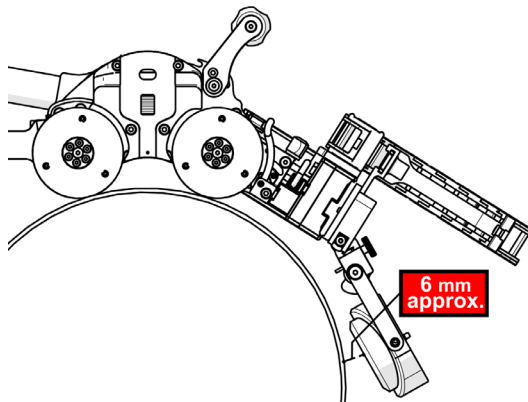

Figure 2-43 Pivotement de la tige d'indexation motorisée
2. Abaissez le support de sonde à seulement 6 mm de la surface de balayage, puis verrouillez le nez du pivot en position grâce au loquet (voir la Figure 2-43 à la page 78).